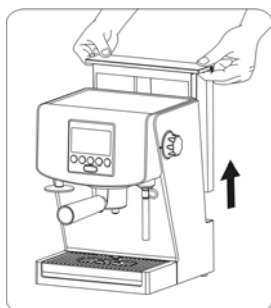

Рис.11
- 18.3. Сними накопитель на воду (1) и поднос для капель (8) вместе с решёткой (7) с кофеварки (Рис. 11).
- 18.23. Сними накопитель на воду (1) и поднос на капли (8) вместе с решёткой (7) с эспрессо (Рис. 11).